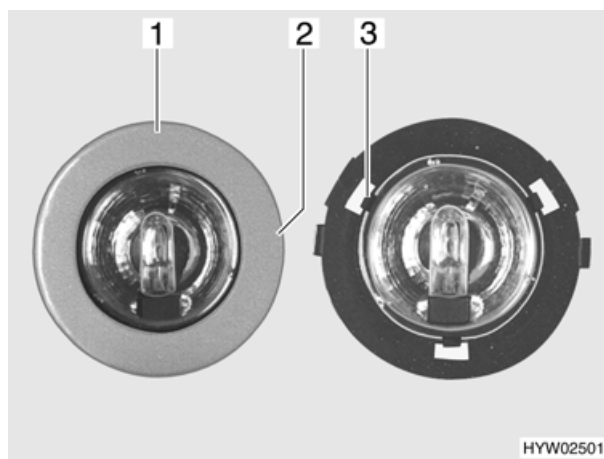

Fig. 96 Lampada alogena
- Girare lentamente il diaframma (Fig. 96,1) finché il nasello (Fig. 96,2) dell'involucro non si arresta a scatto nella scanalatura sottostante del diaframma.
- Tre griffe (Fig. 96,3) tengono ferma la lastra di vetro della lampada alogena nell'involucro. Spingere di lato una delle tre griffe.